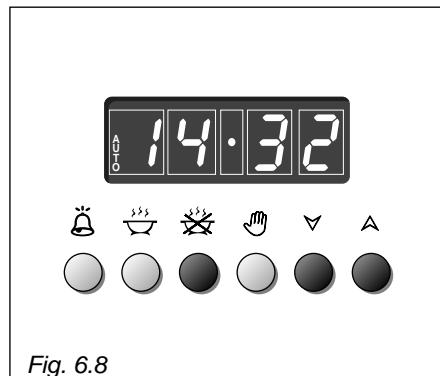

Fig. 6.8
### 2º MÉTODO: Programación del tiempo de cocción (Fig. 6.8)
- Establecer la hora de fin de cocción presionando el pulsador  y luego el pulsador  para avanzar, o  para retrocederse se pasó el tiempo deseado Fig. 6.8).